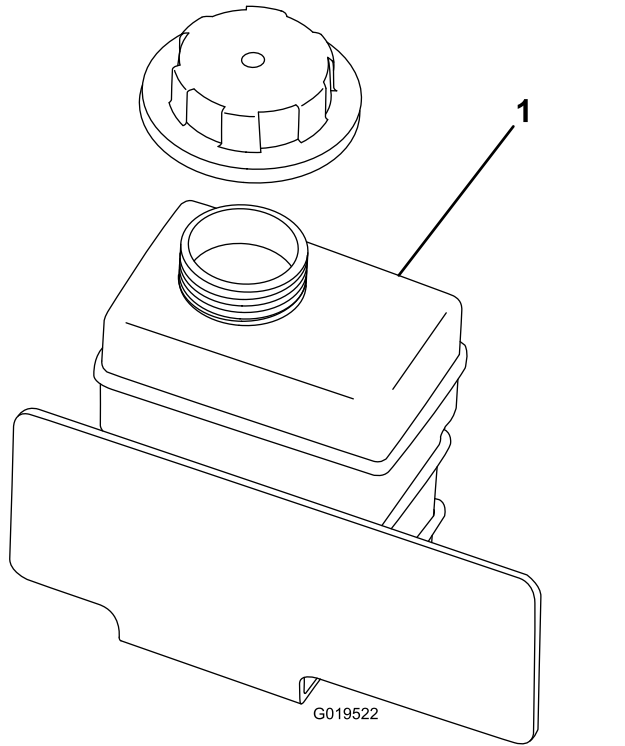

Figura 25
2. Compruebe el nivel de refrigerante en el depósito auxiliar (Figura 25).